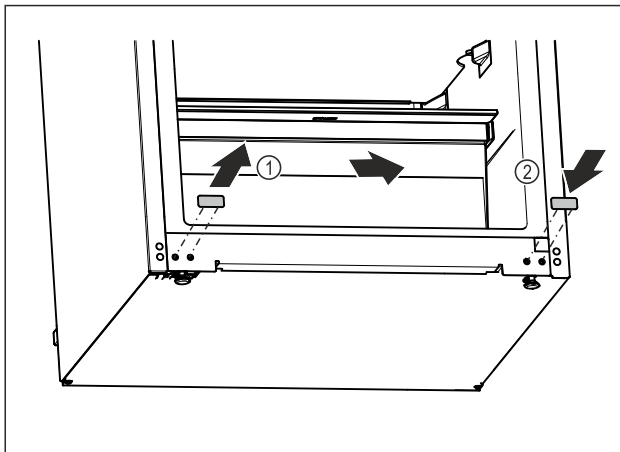

Fig. 16
- ▶ Ištraukite dengiamąjį kamštį. Fig. 16 (1)
- ▶ Įstatykite dengiamąjį kamštį priešingoje pusėje. Fig. 16 (2)